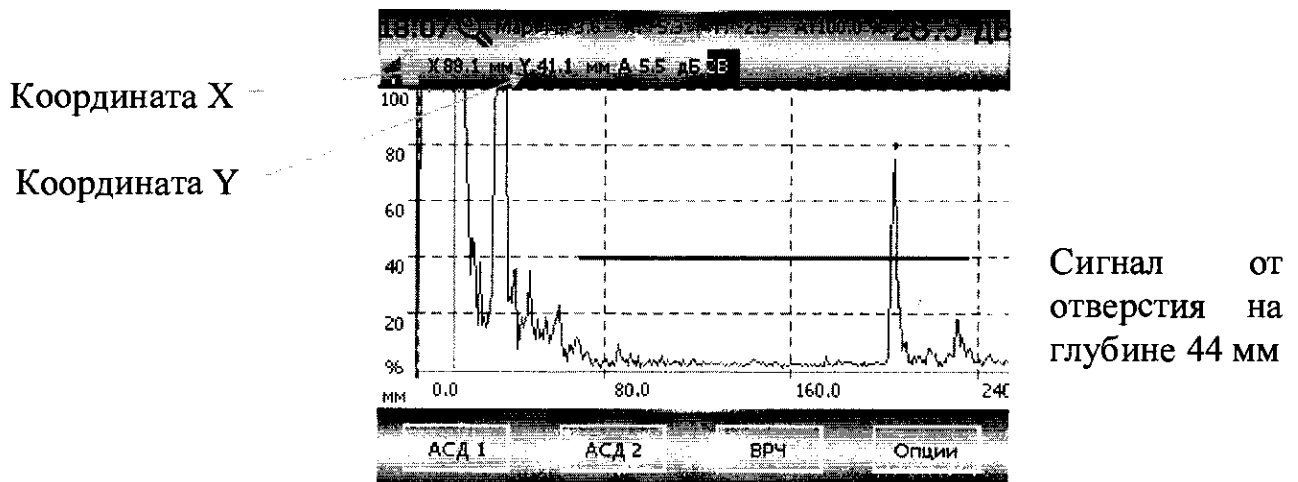

Рисунок 18 - Вид сигнала от отверстия на глубине 44 мм
8.14.9 Нанести на поверхность образца контактную жидкость и перемещая ПЭП по поверхности образца найти положение преобразователя, при котором наблюдается максимум амплитуды эхо-сигнала от отверстия диаметром 6 мм на глубине 44 мм. Зафиксировать ПЭП. Усилением дефектоскопа установить амплитуду сигнала 80 % экрана (см. рис. 18). Считать с экрана дефектоскопа координаты X [мм] и Y [мм]. Полученные значения занести в протокол.